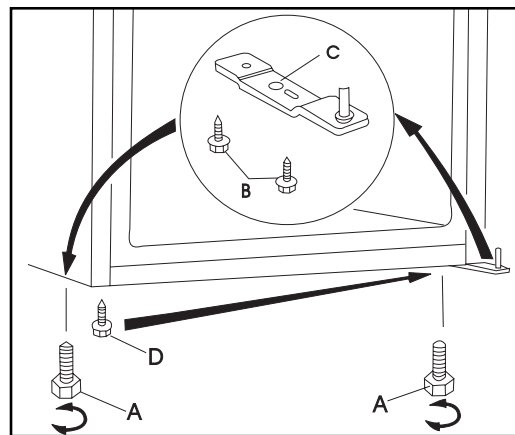

Abb.1
- Schraubfüße (A) unten herausdrehen. (Abb.1)
- Schrauben (B) am unteren Scharnier herausdrehen und Scharnier (C) entfernen. (Abb.1)
- Gehäuseschraube (D) umsetzen. (Abb.1)
- Unteres Scharnier (C) mit zwei Schrauben (B) auf gegenüberliegender Seite montieren. (Abb.1)
Schraubfüße (A) wieder einschrauben. (Abb.1)